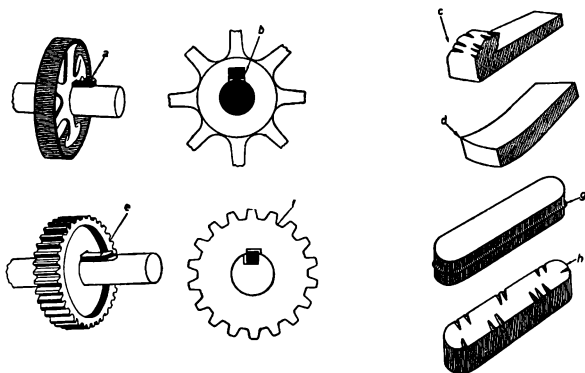

Bild 31
16. Beurteile die in Bild 31 gezeigten fehlerhaften Verbindungen und Verbindungselemente!